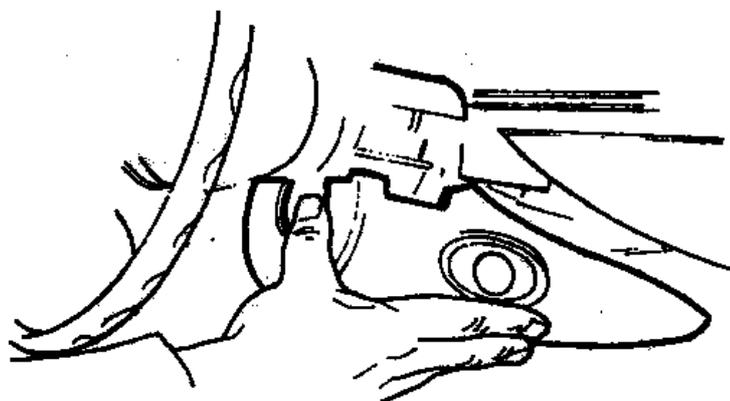

Рис.10.22. Снятие кожуха рулевой колонки (Разд.37)
2. Выверните винты крепления нижней половины кожуха рулевой колонки и снимите ее. Затем откройте защелки и снимите верхнюю половину (Рис.10.22).